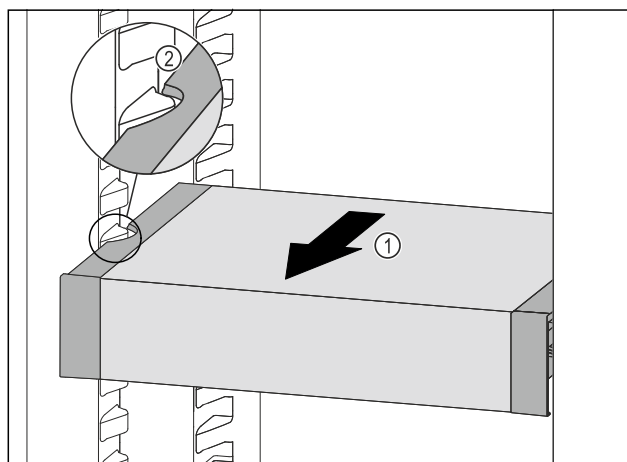

Fig. 128
- ▶ Ladicu VarioSafe vucite prema naprijed Fig. 128 (1) sve dok se bočni otvori ladice VarioSafe ne nađu na visini žlijeba spremnika u hladnjaku. Fig. 128 (2)